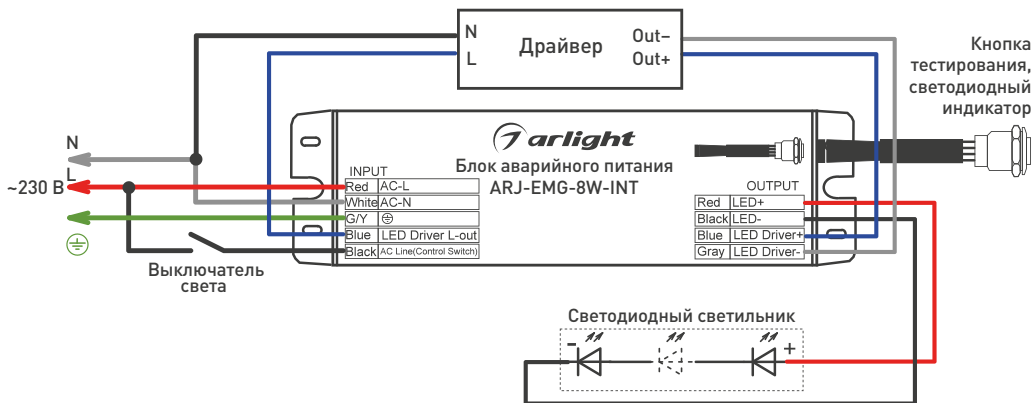

Рис. 1. Стандартная схема подключения
- 3.4. Подключите обесточенные провода электросети к источнику аварийного питания со стороны **INPUT**, соблюдая маркировку: L (фаза) — ко входу **AC L**, N (ноль) — ко входу **AC N**. Выключатель света должен быть подключен с одной стороны к L (фаза), а с другой — ко входу **AC Line (Control Switch)** (см. рис. 1).
- 3.5. Подключите сетевые выводы драйвера: N — к нейтрали сети, L — к сетевому проводу **LED Driver L out** блока аварийного питания, как показано на рис. 1.